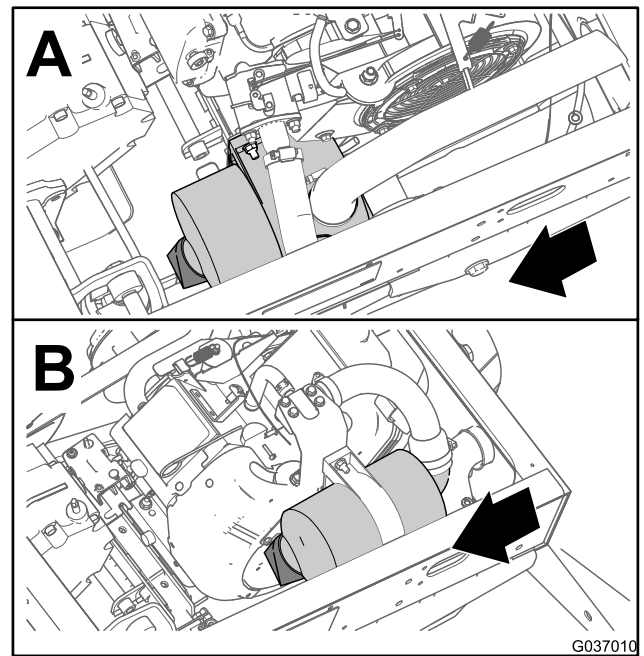
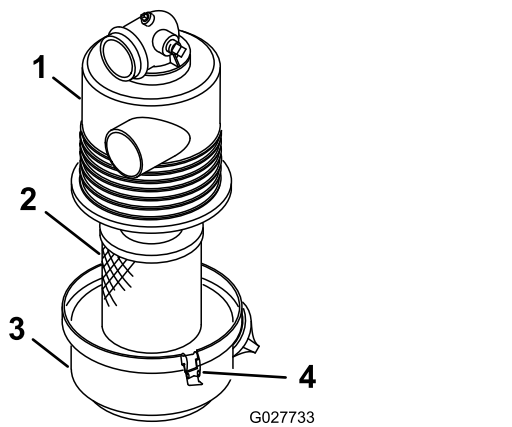

図 29
図 30
- エアクリーナ本体にリーク原因となりそうな傷がないか点検する 図 29と 図 30。
3. エアフィルタのカバーをエアフィルタのハウジングに固定しているラッチを外す 図 30。
4. ボディーからカバーを外し、カバーの内部を清掃する 図 30。
- エアフィルタのハウジングにエレメントを取り付ける (図 30)。
- エアフィルタのカバーとハウジングを合わせる 図 30。
- カバーをハウジングにラッチで固定する (図 30)。